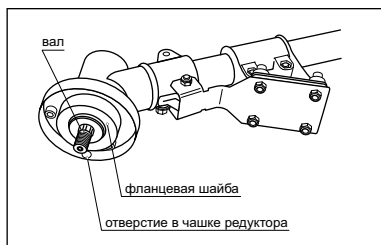

рис. 7
- Совместите отверстие в фланцевой шайбе с отверстием в чашке редуктора (рис. 7).